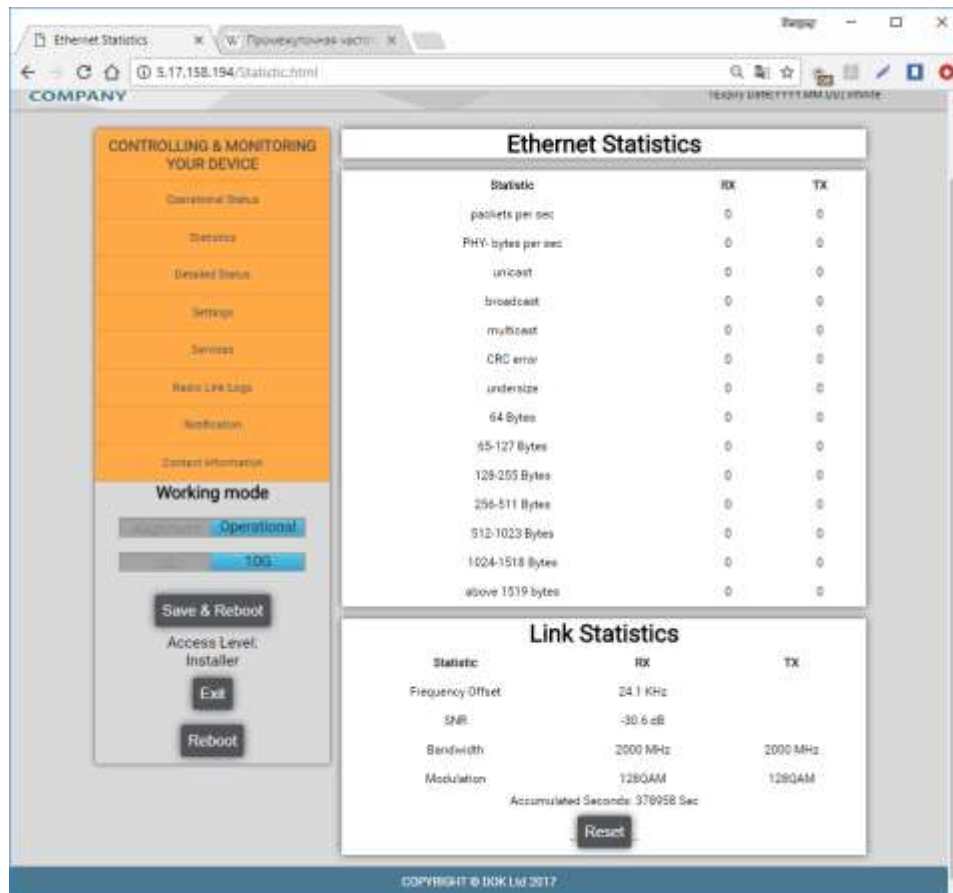

Рис. 6.5
Это меню выводит страницу с информационным содержимым (Рис. 6.5).
- **Modulation** — тип модуляции в данный момент, к примеру, 128 QAM на рис.6.5,